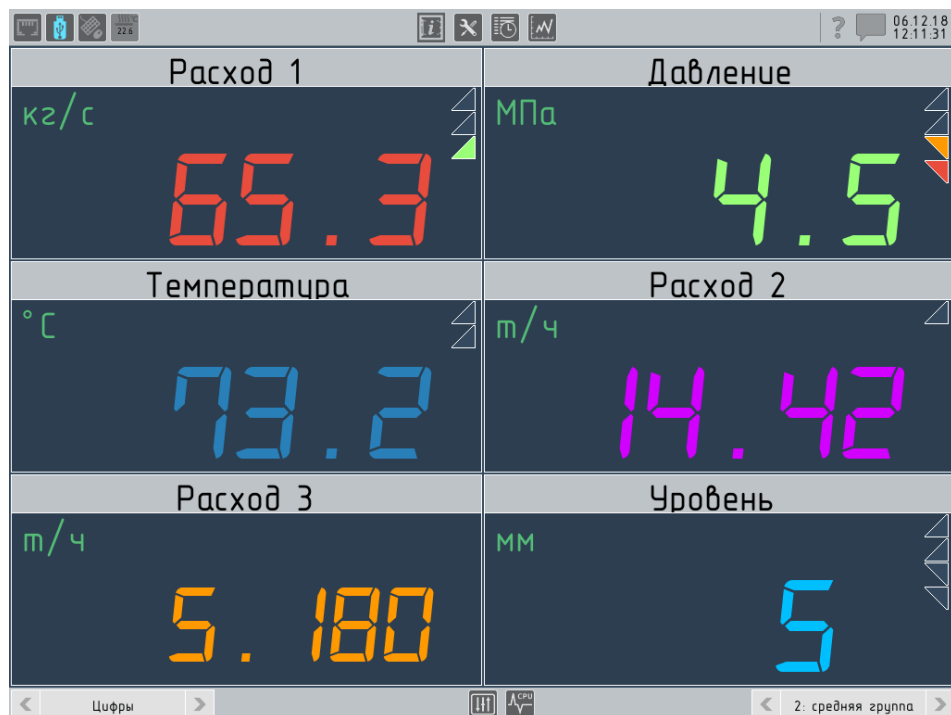

Рисунок 4.17 – Режим "Цифры" малая группа,
- ▶ **"цифры"** – группа окон цифрового отсчёта (см. рисунок 4.17);